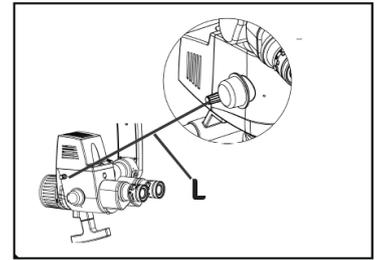

Fig. 46
Reportez-vous à la Fig. 46 (L). Le levier de changement de filtre est situé sur le côté gauche du boîtier du magnichanger. Utilisez le levier en le tirant pour changer le filtre et en le repoussant vers l'éclairage principal.